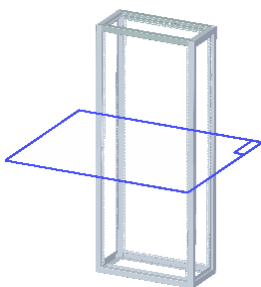
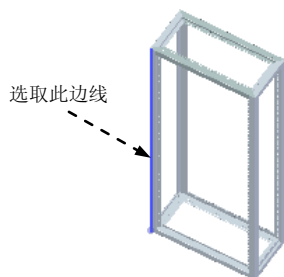

图 8.13.328 平面 1
图 8.13.329 定义参考曲线
Step1. 创建图 8.13.328 所示的平面 1, 单击 **特征** 选项卡, 在“平面”区域选择  **垂直于曲线** 命令, 选取图 8.13.329 所示的模型边线作为参考曲线, 在命令条中的 **位置 (0 - 1) (E)** 文本框中输入值 0.5, 按 Enter 键, 完成平面 1 的创建。